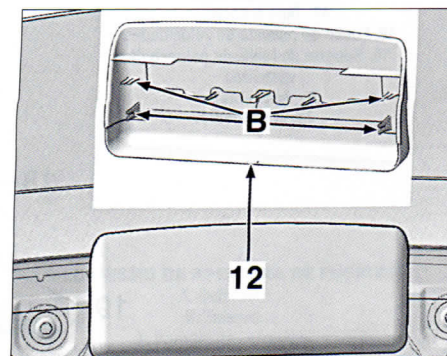

FIG. 89
Desengrapar la tapa (12) en **B** (**fig. 89**).